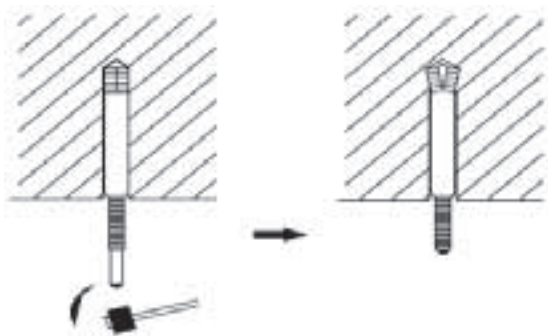

Рис. 3.5. Монтаж крепежных болтов
- 3) Установите в отверстия анкерные болты, как показано на Рис. 3.5.